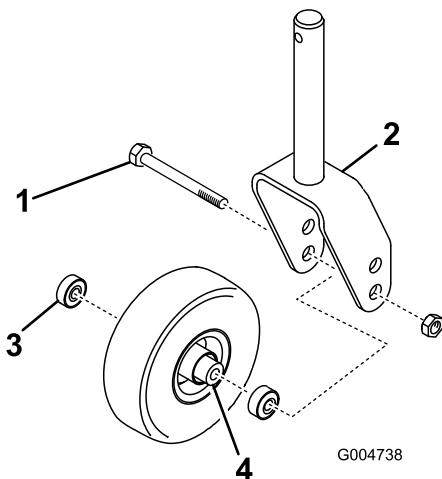

Figura 28
1. Togliete il dado di bloccaggio dal bullone che fissa la rotella orientabile alla forcella (Figura 28). Afferate la ruota orientabile ed estraete la vite a testa cilindrica dalla forcella o dal braccio di rotazione.
2. Togliete il cuscinetto dal mozzo della ruota e lasciate cadere il distanziale del cuscinetto (Figura 28). Togliete il cuscinetto dalla parte opposta del mozzo della ruota.